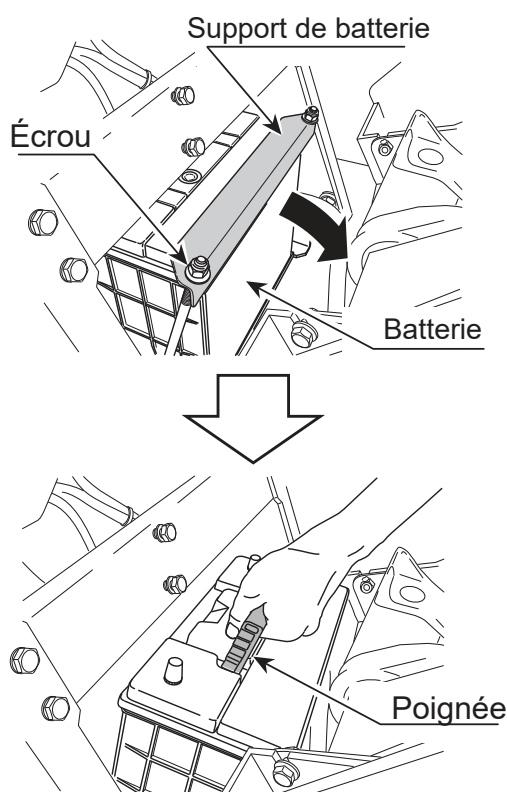

Figure 32. Retrait de la batterie
4. Retirez les écrous et enlevez le support de la batterie (Figure 32).
6. Tirez la poignée sur le dessus de la batterie pour retirer la batterie de la machine. (Figure 32). Assurez-vous que les bornes de la batterie ne touchent pas le cadre.